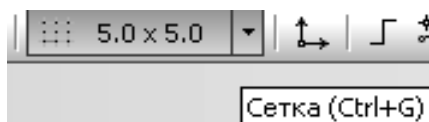

Рисунок 4.4 – Установка сетки
5. Установите сетку (<Ctrl+G>) с размерами 5x5 (рисунок 4.4).